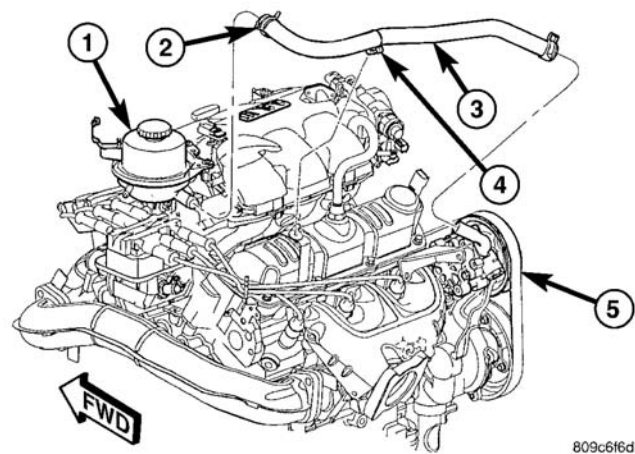
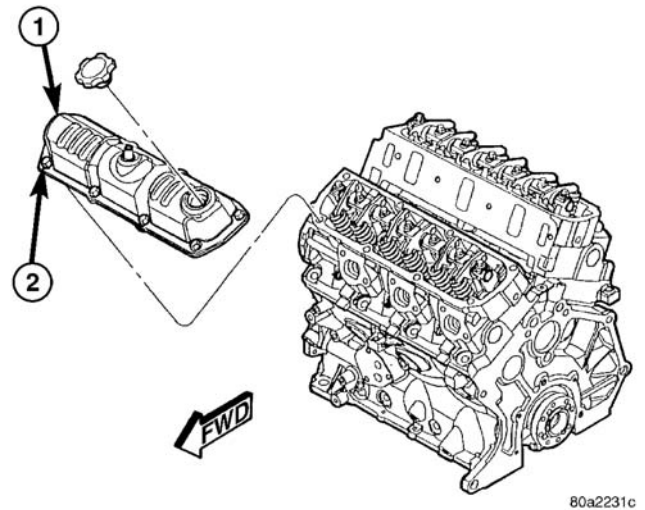

图 24 P/S 供应软管
图 27 气缸盖罩
- (1) 断开蓄电池负极电缆。
- (2) 卸下雨刷模块。(参见 8-电气/雨刷/清洗器/雨刷模块-拆卸)
- (3) 从火花塞断开火花塞电缆。
- (4) 从气缸盖罩上断开动力转向泵供应软管支撑夹 (图 24)。
(5) 紧固气缸盖罩螺栓至 12N • m (105in.lbs.) (图 27)。
- (4) 安装气缸盖罩和螺栓 (图 27)
- (6) 将 P C V 软管连接至气缸盖罩。
- (7) 将动力转向泵供油软管支撑夹连接至气缸盖罩 (图 24)。
- (8) 将火花塞电缆连接至火花塞。
- (9) 安装雨刷模块。(参见 8-电气/雨刷/清洗器/雨刷模块-安装)
- (10) 连接蓄电池的负极电缆。
- (3) 安装气缸盖罩和螺栓（图 27）。
- (4) 安装气缸盖罩，将螺栓扭紧至 $12\text{N} \cdot \text{m}$ (105in.lbs.)（图 27）。
- (5) 连接曲轴箱通气软管。
- (6) 将高压线连接至火花塞。